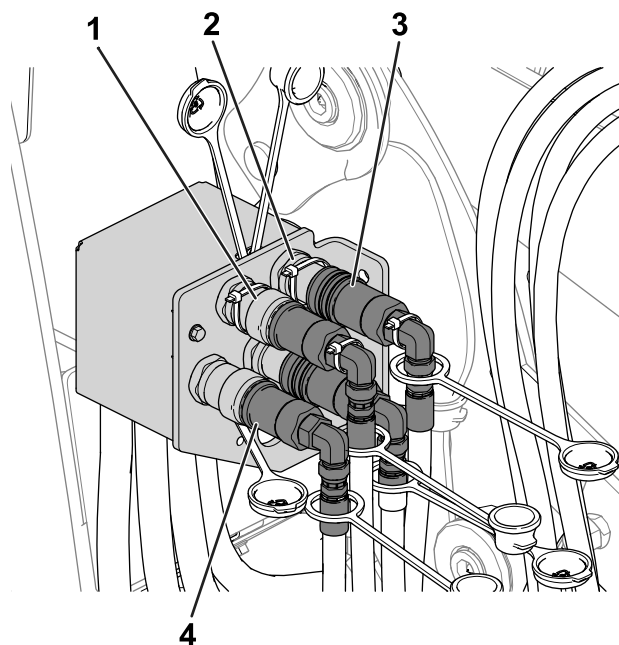

Figure 54
5. Branchez les raccords hydrauliques (Figure 54) en procédant comme suit :